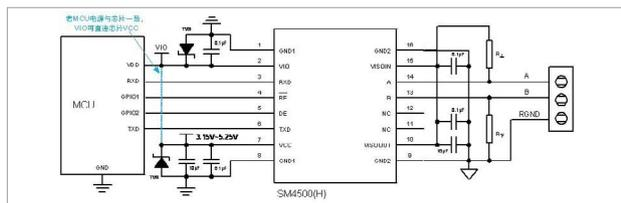

图2 典型应用
完全兼容 3.3V 和 5V 电路系统。四款芯片均支持 3.15V~5.25V 的宽电压供电，同时带独立的逻辑电源引脚 VIO。逻辑电源电压可跟随供电电压 Vcc，也可不跟随，以 SM4500(H) 为例，如下图 2。